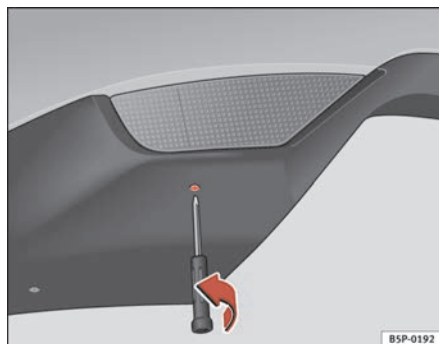

Fig. 194 Piloto montado en parachoques desde una vista inferior
- Introduzca el destornillador con punta de estrella en el agujero de la parte inferior del piloto y desenrosque el tornillo en el sentido de la flecha. ⇒ fig. 194